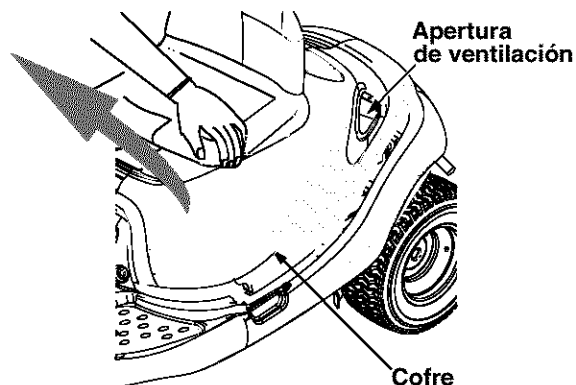

Figura 1
2. Levante el cofre desde la parte izquierda solamente. Párese del lado derecho de la unidad y jale el cofre hacia usted hasta que se abra por completo. Vea la Figura 1 .